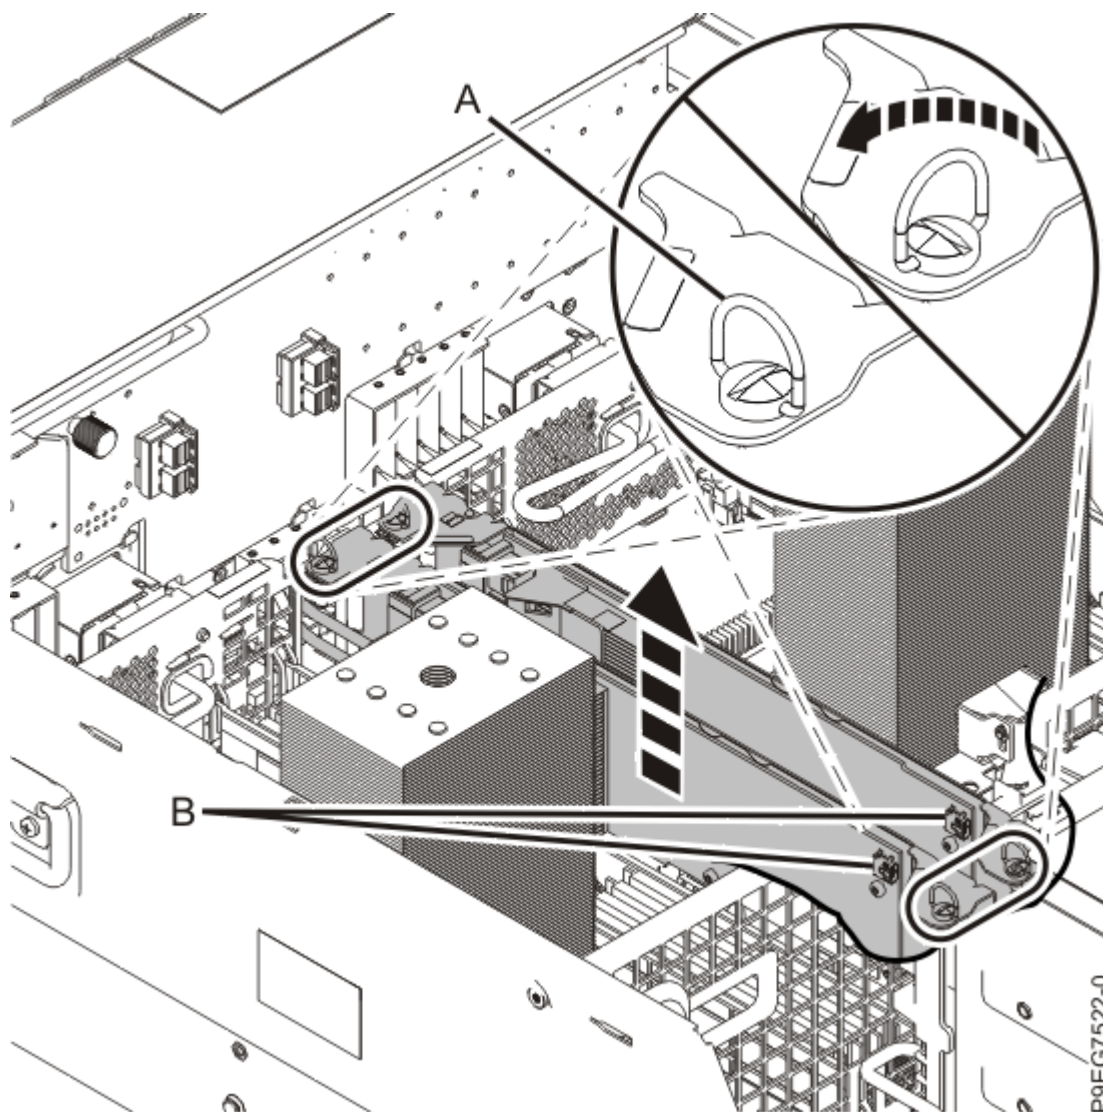

Figura 32. Extracción del adaptador SAS RAID
7. Deje el cable SAS frontal conectado a este adaptador SAS RAID. Gire los tornillos **(A)** en el sentido contrario a las agujas del reloj para soltar el adaptador SAS RAID. Levante el adaptador SAS RAID y el cable SAS frontal fuera de la ranura. Asegúrese de que el cable SAS frontal no se enganche en ningún componente cuando levante el adaptador SAS RAID de la ranura. Consulte la Figura 32 en la página 37.